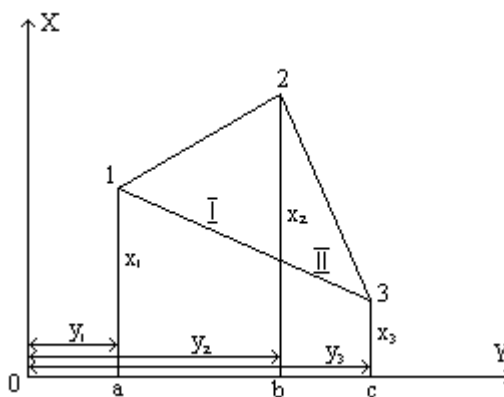

Рисунок 8.2
Пусть в треугольнике ABC координаты вершин равны X_1, Y_1 (A), X_2, Y_2 (B) и X_3, Y_3 (C) – рисунок 8.2.